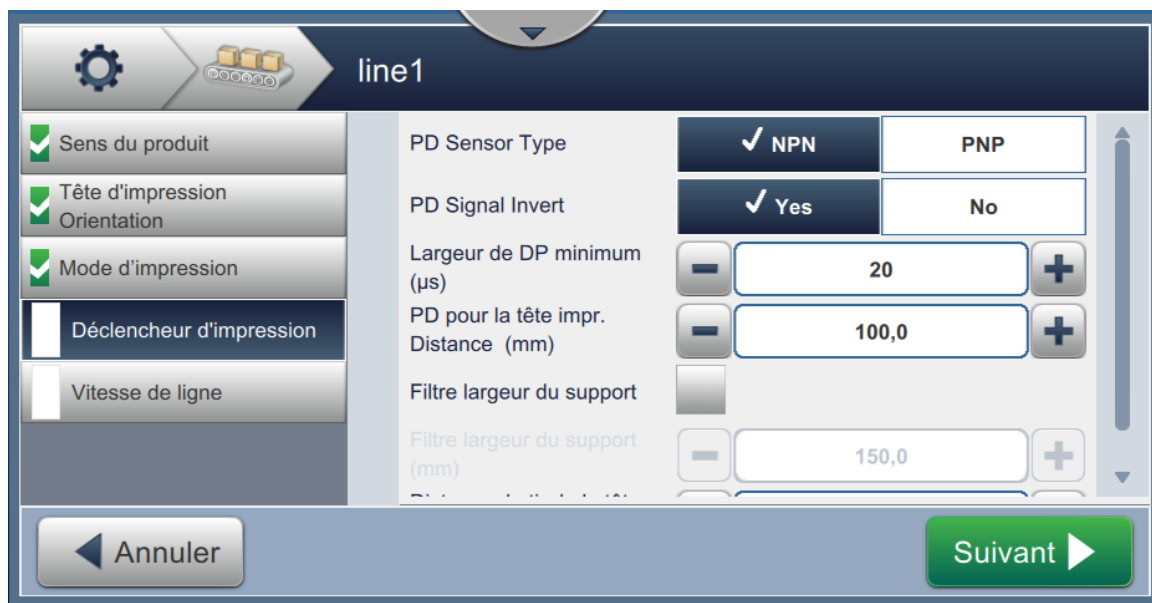

Figure 6-32 : Configuration de ligne - Déclencheur d'impression
1. Appuyez sur l'option *Déclencheur d'impression* dans l'écran Paramètres de configuration de ligne comme illustré dans Figure 6-32.